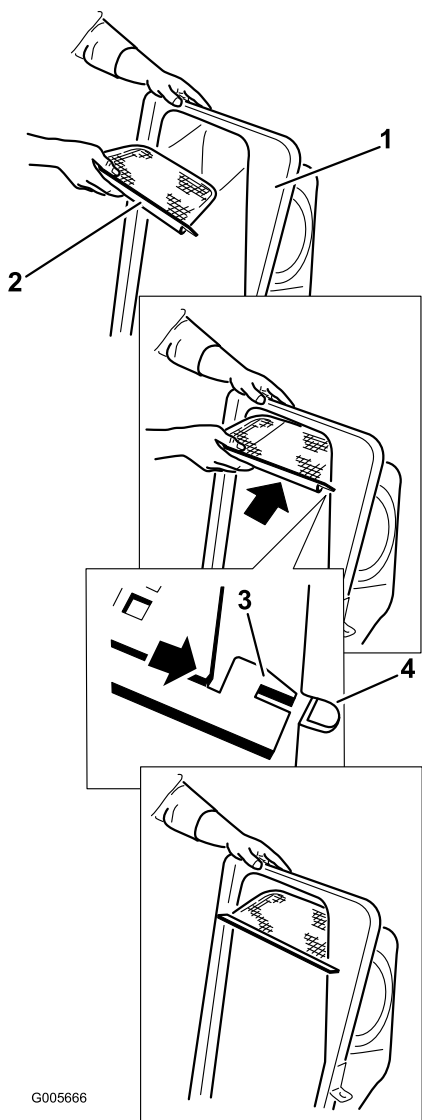

Figura 12
2. Postavite mrežicu kako je prikazano na Figura 12 da ima nagib naniže prema vrećama za sakupljanje trave.